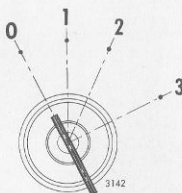

Fig. 7b.
Startlåset sitter mitt under belysningsomkopplaren. Startlåset har två funktioner, dels att koppla strömmen till startkontakten läge 1, dels att koppla strömmen till Thermo-starten (kallstartanordningen) läge 2-3. Se fig. 7b sid. 15 "Start av motor".
Vrid startlåsets nyckel medurs till köräge 1, fig. 7b (laddkontrollampen tänds) och tryck på startknappen.
- Vrid nyckeln medurs förbi köräge 1, fig. 7b till anslaget 2, tryck in den och vrid till värmeläge 3. Tryck in startknappen efter 10-20 sekunder. Låt nyckeln återgå till köräge samtidigt med att startknappen släpps. Om motorn ej startar inom 20 sekunder, upprepas samma startförfarande men då med nyckeln endast 10 sekunder i värmeläge. Om motorn tänds men ej går upp i varv inom 20 sekunder, håll nyckeln i värmeläge under 20 sekunder, låt den återgå till köräge och tryck först därefter på startknappen.